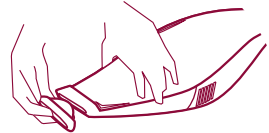

Fig. 8
- Montér mundstykket F for at støvsuge væske. (fig. 8)